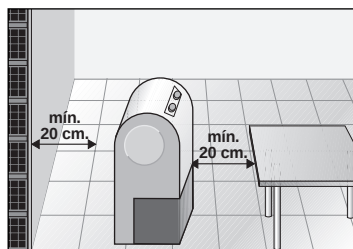

Fig. 4
- ❑ Per assicurare un funzionamento corretto dell'attrezzatura è necessario mantenere delle distanze minime di 20 cm agli oggetti adiacenti. Vedasi Fig. 4.